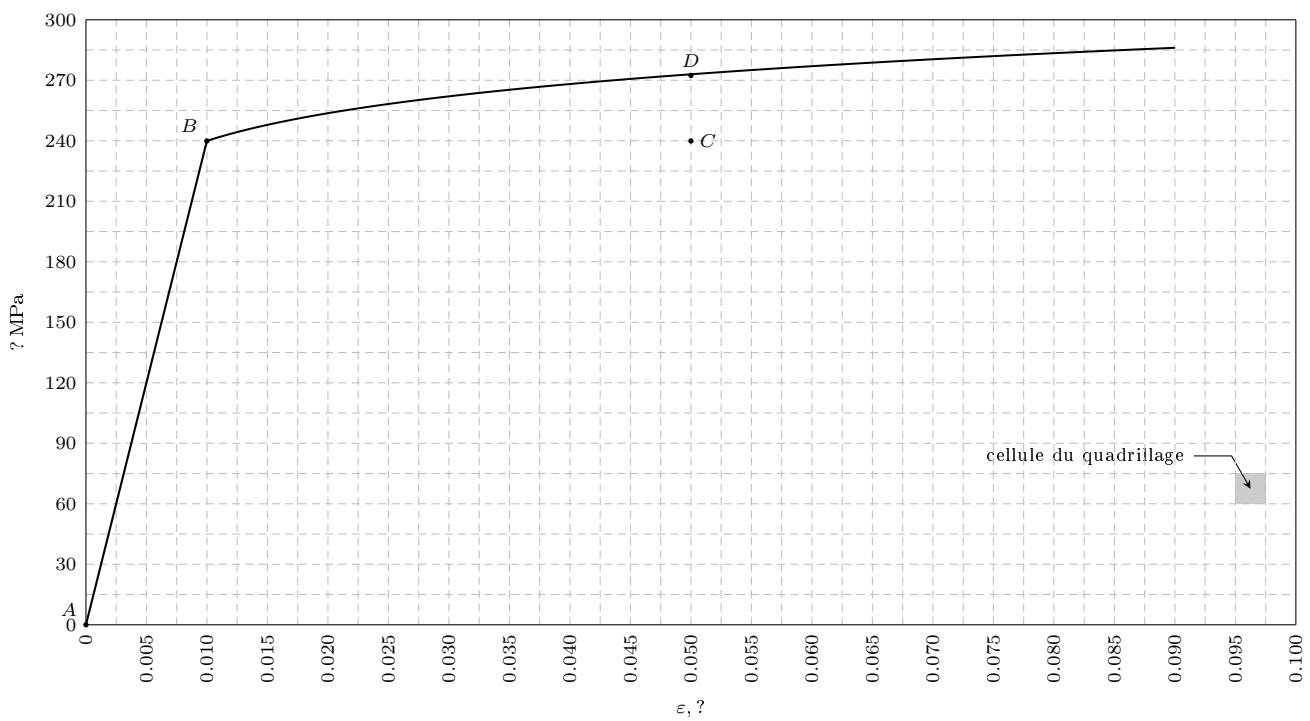

Figure 3: Courbe de traction réelle, courbe de traction nominale ou intrus?
- e) Quelle est la forme de la courbe rejoignant les points A et B représentés sur la Fig. 3? Que représente la pente (moyenne) de cette courbe?
- 4) On vous indique que le triangle (à bords curvilignes) BCD (cf. Fig. 3) couvre un peu moins de 22 cellules du quadrillage (21.75 cellules exactement). Calculez l'énergie que coûte l'opération d'écrouissage qu'on vient d'effectuer.